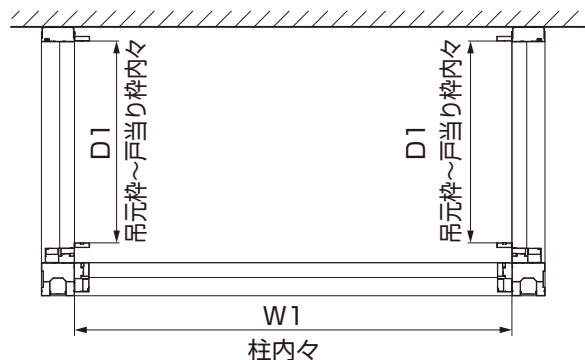
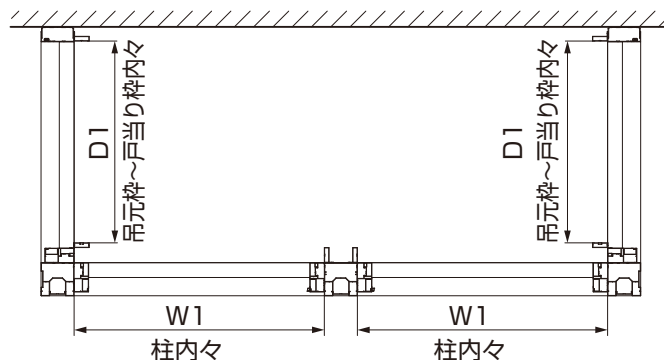

図7-1 1.5間～3.0間 基本タイプ
図7-2 2.5間以上 腰壁タイプ
- ①タイプに合わせて柱内々寸法W1を計測してください。（図7-1、図7-2参照）
- ③タイプに合わせて戸当り枠～吊元枠内々寸法D1を計測してください。（図7-1、図7-2参照）